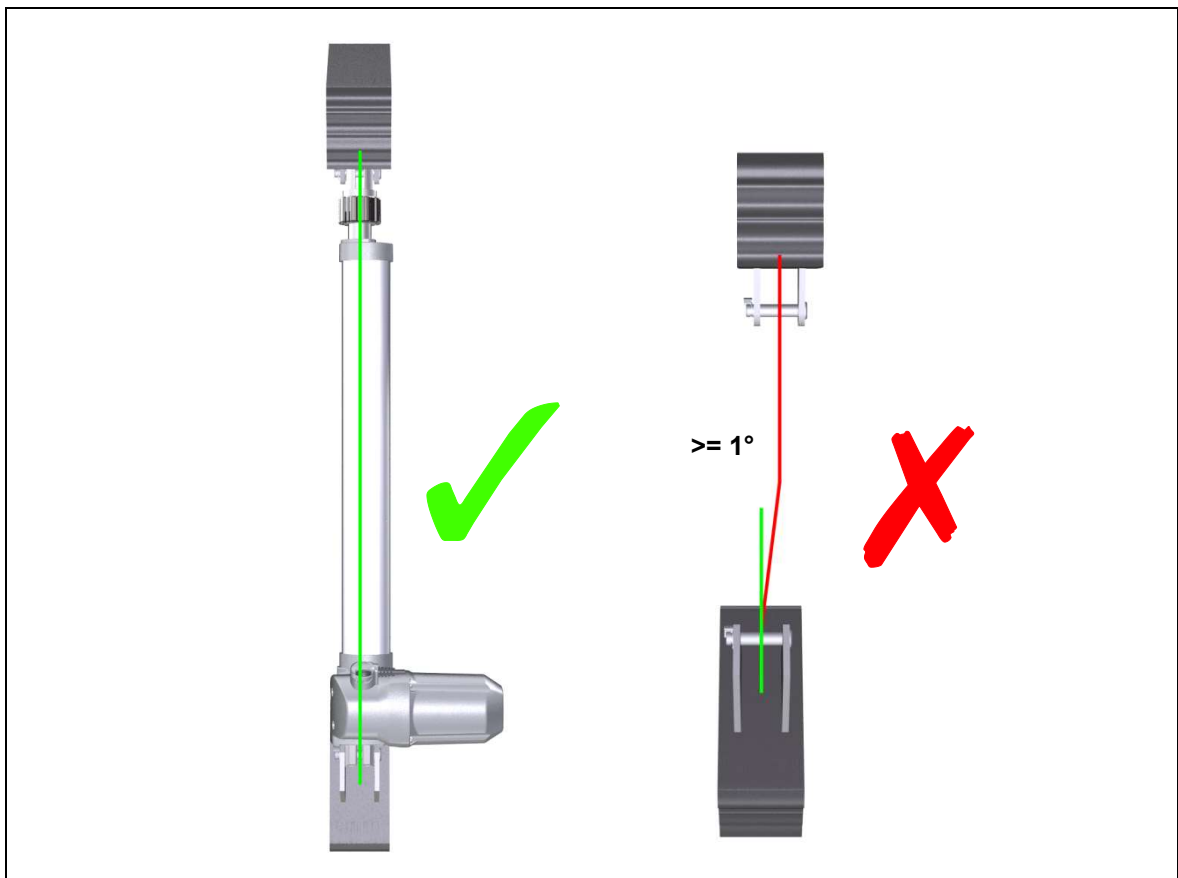

Abbildung 21 Ausrichtung des Beschlags beim Lifter Release (LR)
Die Beschlage fur die Gabelkopfaufnahme am Lifter Release (LR) mussen zueinander fluchten (siehe Abbildung 21), ist dieses nicht der Fall, wirken zusatzliche Querkrafte auf die Antriebseinheit. Zu einer deutlichen Erhohung der Ausruckkraft, kann es schon bei einem Versatz der Beschlage von 1° und mehr kommen. Ideal ist eine Beschlagstellung von nahezu 0°.